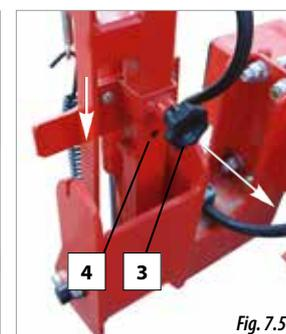

Fig. 7.5
- B. Tirare dal perno (3, Fig. 7.5) e spostare l'elemento di fissaggio verso il basso fino a fissarsi in posizione di trasporto (4, Fig. 7.5).
- B.** Tirare dal perno (3, Fig. 7.5) e spostare l'elemento di fissaggio verso il basso fino a fissarsi in posizione di trasporto (4, Fig. 7.5).